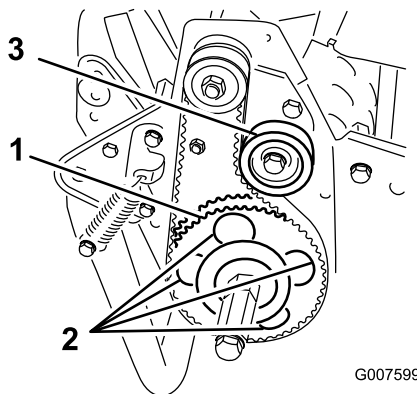

图45
7. 旋转从动皮带轮，直至孔与轮鼓轴承的 4 个凸缘螺丝对齐（图 45）。
11. 调节皮带张紧度，拧紧怠轮皮带轮安装螺丝（图45）。